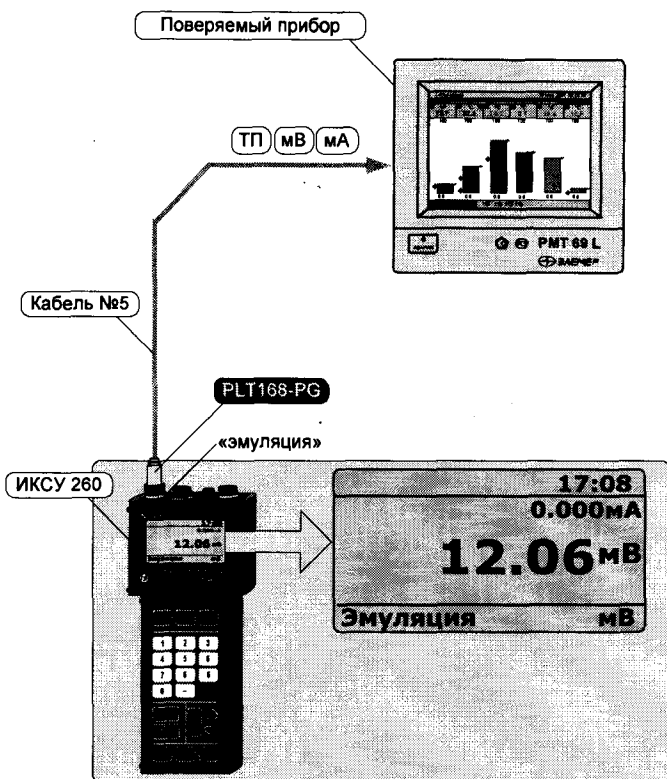

Рисунок 2.44
- в *Главном меню* войти в пункт «Эмуляция», затем из раскрывшегося списка выбрать требуемый пункт, например, «Милливольты» (см. рисунок 2.44), и нажать кнопку «»;